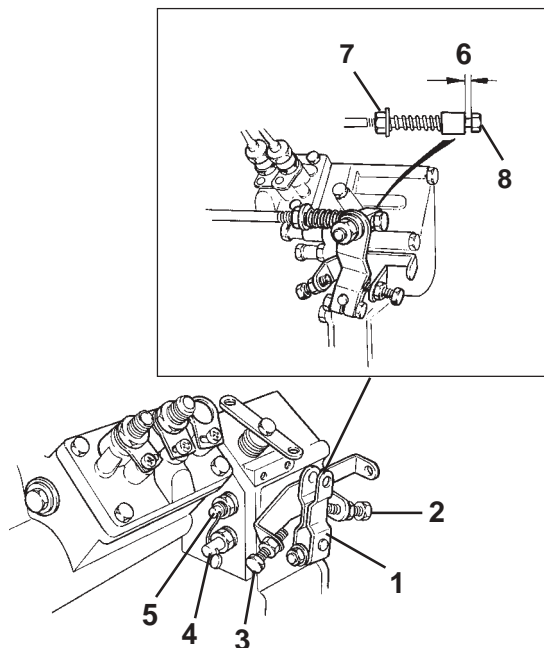

Fig. 92. Réglage du régime moteur (TR/MIN)
1. Contrôlez que l'espace (6) (Fig. 92) est d'environ 3 mm lorsque le mécanisme de papillon est en position de ralenti. Si nécessaire : Desserrez le contre-écrou ( 7) et réglez avec la vis (8) jusqu'à ce que l'espace correct soit obtenu.
3. Si nécessaire, réglez au régime de ralenti approprié à l'aide de la vis de réglage (2).
4. Contrôlez à nouveau le jeu (3) conformément au point 1.